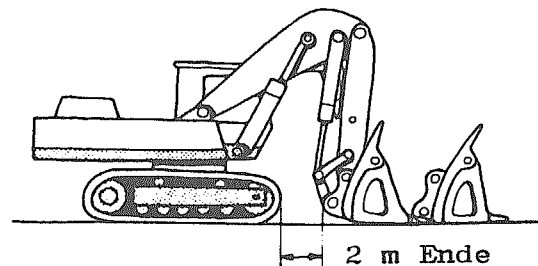

Abb. 3-17
- c) Das Aufnehmen von Material mit der Schaufel muß immer im Stillstand des Baggers unter Ausnutzung der verfügbaren hydraulischen Kräfte erfolgen. Sie dürfen dabei niemals den Fahrwerksvorschub verwenden, also dabei, wie in Abb. 3-17 gezeigt, nach vorn fahren!